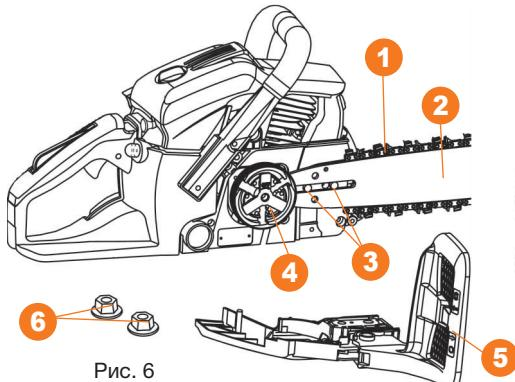

Рис. 6
3. Смажьте ведомую звездочку шины несколькими каплями масла через специальное отверстие и установите шину на направляющие шпильки ③ переместите шину максимально близко к ведущей звездочке ④. Сориентируйте направление зубьев цепи ① по стрелке на корпусе шины и наденьте ее на ведущую звездочку, уложите цепь в пазы шины ②. Установите боковую крышку ⑤ и слегка прижмите её гайками ⑥. Обратите внимание, при установке боковой крышки на совпадение штока натяжения цепи в крышке и отверстия в шине (Рис. 6).